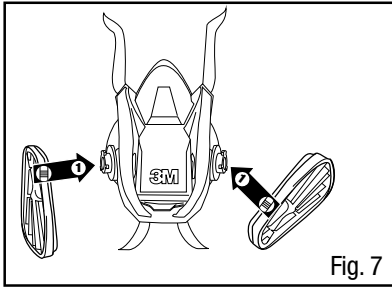

Fig. 7
1. Alinhe o encaixe do adaptador 603 com a marca na peça facial conforme mostrado (Fig. 7).